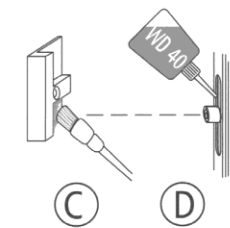

Abb. 3
Um ihre Leichtgängigkeit zu erhalten, müssen die Schließbleche (C) der Winkhaus autoPilot Beschläge einmal jährlich an den Einlaufseiten mit technischer Vaseline oder einem anderen geeigneten Fett geschmiert werden (s. Abb. 3, 4 und 5).